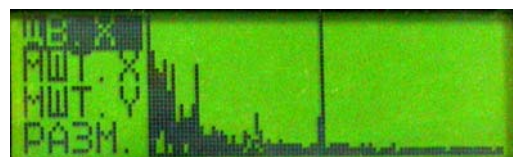

Рис. 6 – Пункты меню режима АНАЛИЗ
5.1.18. Пункты меню АНАЛИЗ (Рис. 6):